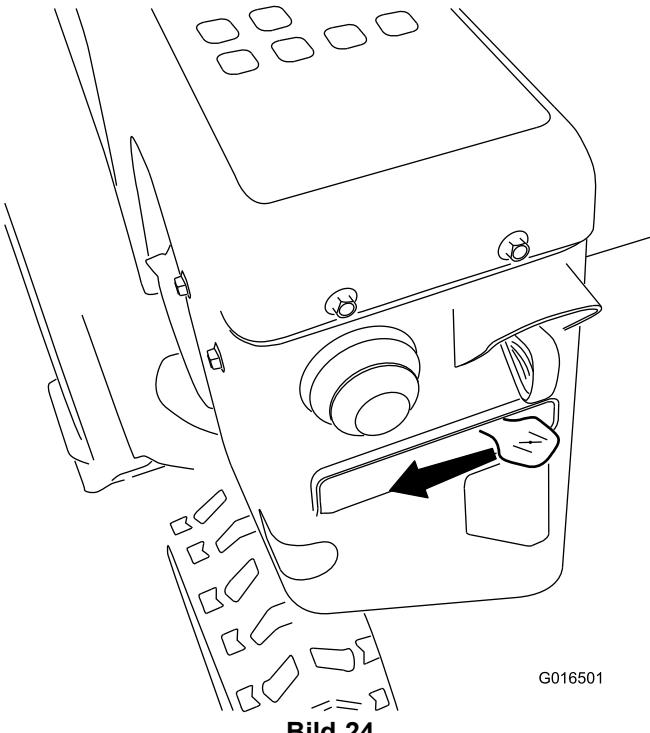

Bild 24
5. Stellen Sie den Choke auf die CHOKE-Stellung (Bild 24).